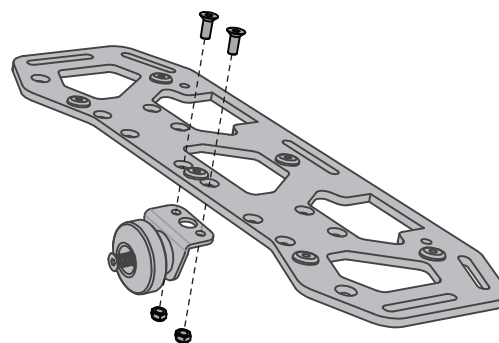

図 6. クイックリリースノブの取り付け
- 図 6 のように、2 本の 16 mm 留め金具と 2 個のナイロックナットを使って、1 つのクイックリリースノブをそれぞれの荷物ラックに取り付けます。留め金具を **6.0 N-m (4.4 ft-lbf)** のトルクで締め付けます。